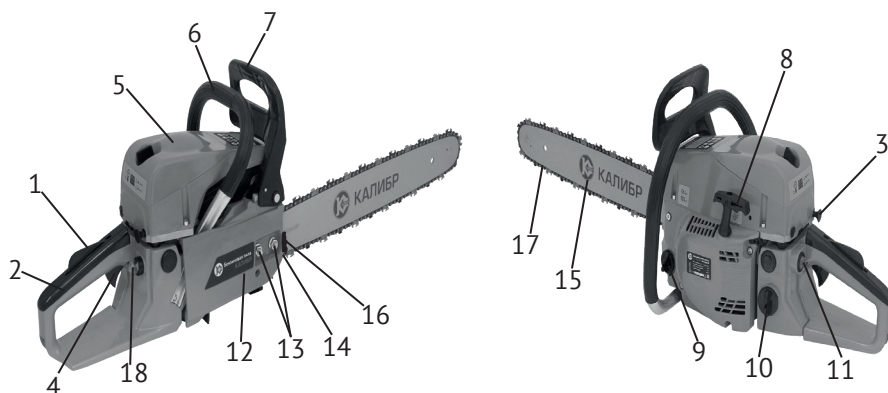

рис. 1
Бензопила – инструмент, использующий в качестве привода одноцилиндровый двухтактный бензиновый двигатель внутреннего сгорания. Рабочим органом пилы является пильный аппарат, состоящий из бесконечной (замкнутой) пильной цепи (рис.1 поз.17), которая движется по шине (рис.1 поз.15).
Двигатель работает на топливе из смеси неэтилированного бензина с октановым числом не менее 92 и специального масла для 2-тактных двигателей. Он оснащён мембранным карбюратором и электронной системой зажигания. Для запуска двигателя служит ручной стартёр (рис.1 поз.8) и ручной насос (праймер, рис.1 поз.18) для предварительной подкачки топлива в карбюратор.
Ведущая звёздочка приводится в движение автоматической муфтой сцепления. На холостых оборотах зацепление не происходит, и пильная цепь не движется. Увеличиваем обороты двигателя до рабочих нажатием на рычаг управления дросселем (рис.1 поз.4). При этом колодки муфты сцепления расходятся и входят в зацепление с барабаном. Вращение начинает передаваться на приводную звёздочку пильной цепи. После отключения рычага управления дросселем, обороты двигателя снижаются до холостого хода (около 2800 об/мин), цепь автоматически останавливается. Остановка цепи также осуществляется механическим тормозом двойного действия: вручную, нажав левой рукой на щиток тормоза (рис.1 поз.7) от себя, или при срабатывании автоматического инерционного привода (при отскоке, защемлении цепи).
Две рукоятки пилы – передняя (рис.1 поз.6) и задняя (рис.1 поз.2) оснащены устройством виброгашения.
2.4 Общий вид бензопилы представлен на рис.1
2.5.1 Установка зубчатого упора (рис.1 поз.16), если он не установлен.
Перед монтажом зубчатого упора убедитесь, что переключатель зажигания (рис.1 поз.11) находится в положении «0» - выключено.
- открутите с помощью гаечного ключа гайки (рис.1 поз.13) крепления шины и снимите крышку тормоза цепи (рис.1 поз.12);
- установите зубчатый упор (рис.1 поз.16) (зубьями вверх) и зафиксируйте двумя винтами (см.рис.).
- ослабьте с помощью гаечного ключа и снимите с пилы гайки (рис.1 поз.13);
- снимите крышку тормоза цепи, установите шину (рис.1 поз.15) на крепёжные шпильки в крайнее заднее положение;
- пильную цепь (рис.1 поз.17) наденьте на ведущую звёздочку, расположенную перед барабаном сцепления. Уложите верхнюю часть цепи в паз шины, пропустите цепь между зубцами ведомой звёздочки на переднем конце шины. Потяните шину вперёд так, чтобы нижняя часть цепи «села» в паз шины. Проверьте, чтобы направление зуба цепи совпадало с направлением, указанным на корпусе. Убедитесь, что тормоз цепи находится в выключенном положении.
- Удерживая шину с цепью, установите тормоз цепи на крепёжные шпильки, так чтобы палец винта натяжителя цепи (рис.1 поз.14) попал в регулировочное отверстие хвостовика шины.
- Затяните гайками (рис.1 поз.13) шину и тормоз цепи вручную.
Внимание! Перед регулировкой натяжения цепи убедитесь, что гайки крепления шины (рис.1 поз.13) немного ослаблены.
Регулировка натяжения цепи производится винтом (рис.1 поз.14) при ослабленных гайках крепления шины:
- открутите пробку маслобака (рис.1 поз.9);
- установите переключатель зажигания (рис.1 поз.11) в положение «I» - включено;
- несколько раз медленно нажмите на колпачок праймера (рис.1 поз.18) для подкачки топлива, пока смесь не заполнит резиновый колпачок кнопки;
- вытяните до упора кнопку воздушной заслонки (рис.1 поз.3) из корпуса бензопилы;
- нажмите последовательно рычаг безопасности (рис.1 поз.1) и рычаг управления дросселем (рис.1 поз.4);
- правой рукой за рукоятку стартера (рис.1 поз.8) сделайте несколько коротких рывков шнура стартера до первых признаков запуска двигателя (схватывание);
- при необходимости, несколько раз медленно нажмите на колпачок праймера (рис.1 поз.18) для подкачки топлива, пока смесь не заполнит резиновый
- вытяните до упора кнопку воздушной заслонки (рис.1 поз.3) из корпуса бензопилы, затем задвиньте полностью обратно (заслонка заняла пусковое положение);
- выкрутить свечу зажигания, которая находится под крышкой (рис.1 поз.5) воздушного фильтра;